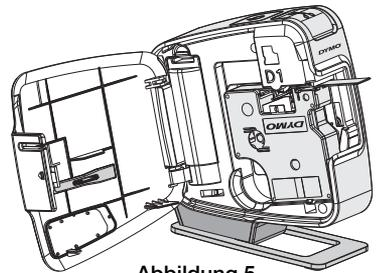

Abbildung 5
- 3 Legen Sie die Kassette ein, und drücken Sie fest, bis die Kassette in ihrer Position einrastet. Siehe Abbildung 5.